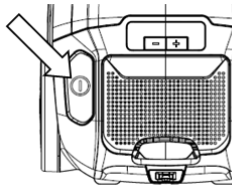

Abb. 13
- Abb. 13 Netzkabel aus dem Gerät herausziehen und stoppen, sobald ein gelbes Zeichen erscheint. Vergewissern Sie sich, dass das rote Zeichen aus dem Gerät nicht herausgezogen wurde. Stecken Sie den Stecker in die Steckdose, die den Versorgungsparametern auf dem Typenschild entspricht, und drücken Sie die EIN/AUS Taste. Der Staubsauger beginnt zu arbeiten.